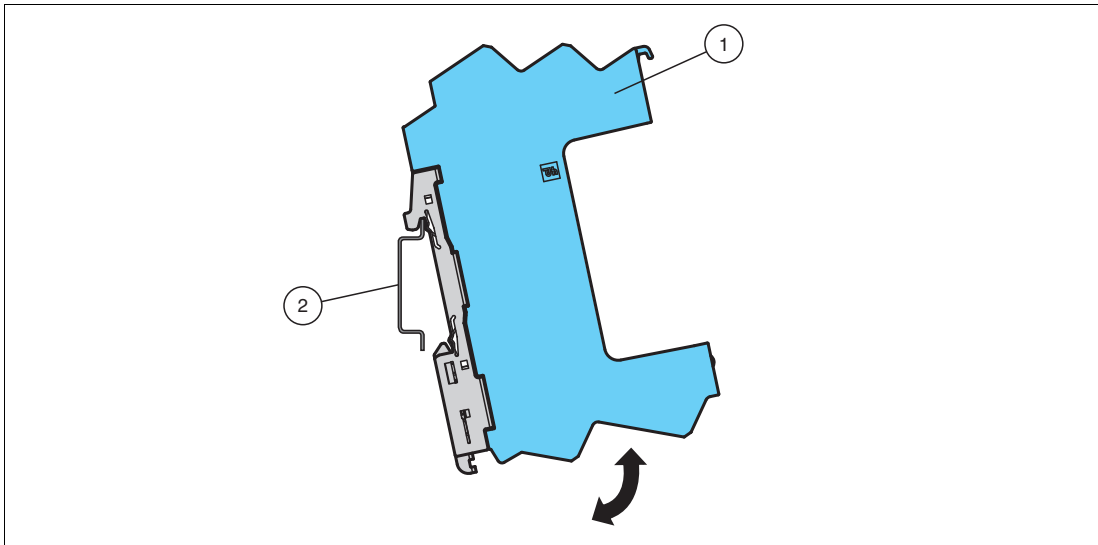

Abbildung 3.1 Montage des Basismoduls auf die Hutschiene
Schnappen Sie das Basismodul (1) auf die Hutschiene (2) auf. Siehe Abbildung 3.1.